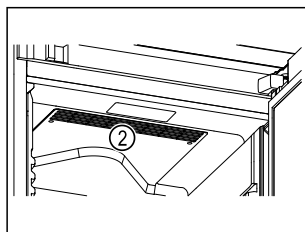

Fig. 62
- ❑ Cirkulācijas gaisa ventilatora ventilācijas spraugas Fig. 62 (2) iekšējā nodalījumā turiet brīvas.